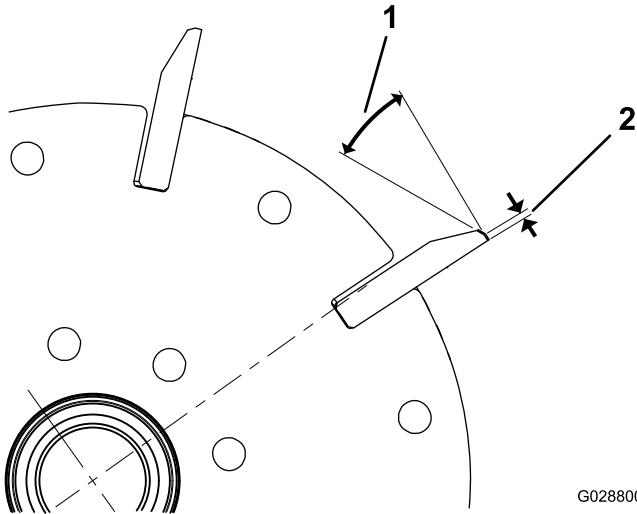

Figura 27
1. Afile todas las cuchillas con un rebajo de 30° hasta que la anchura de la superficie de incidencia sea de 1,3 mm (Figura 27).